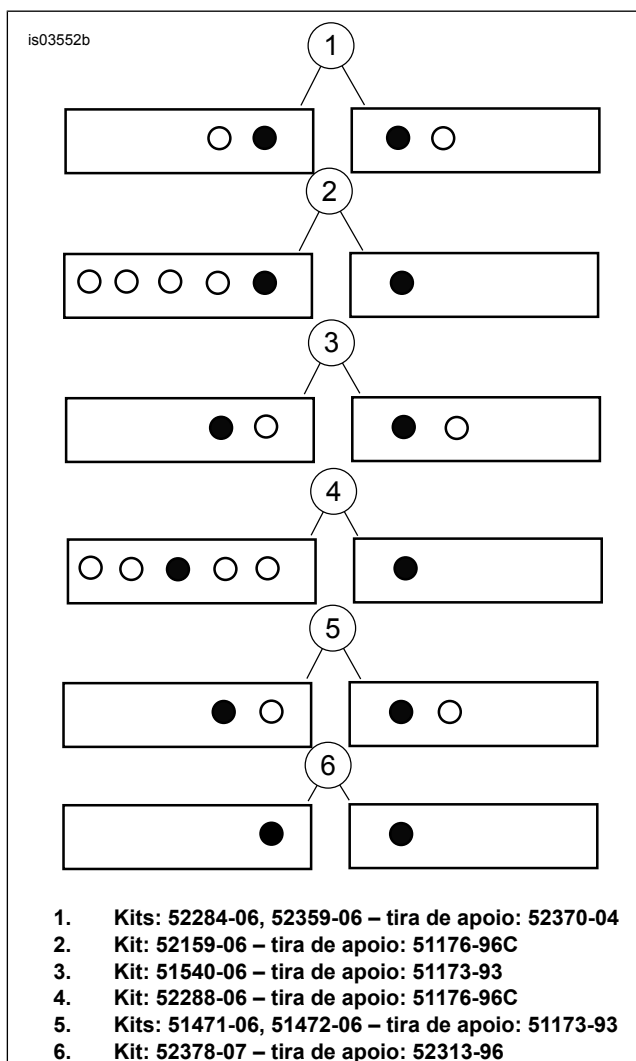
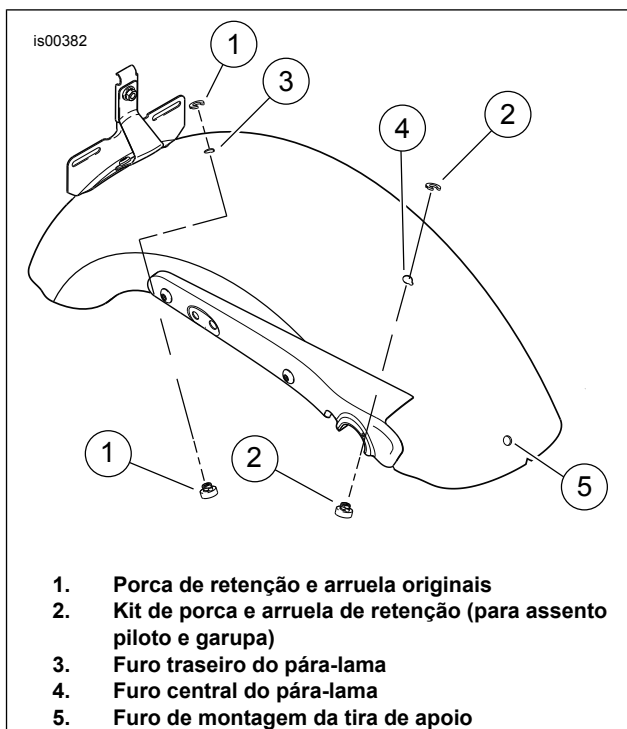
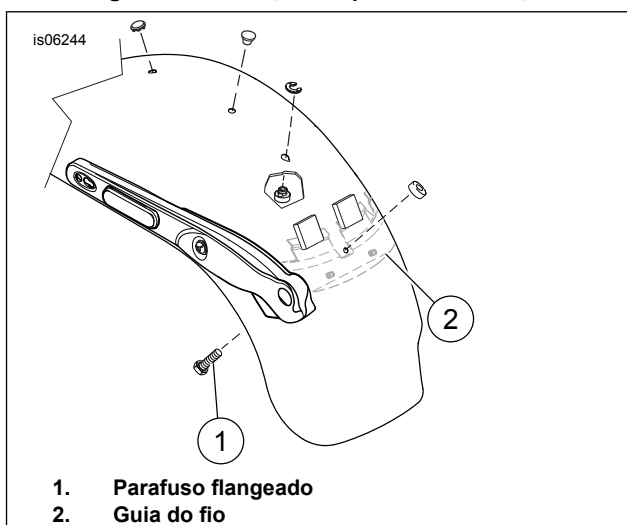

Figura 1. Instalação da tira de apoio
Figura 2. Localização da porca de retenção
Figura 4. Instalação da tira de apoio – Modelos FXDWG
3. Veja Figura 1 para obter informações sobre os furos nos quais instalar a tira de apoio para o assento (use o furo escuro mostrado na ilustração). Instale a nova tira de apoio na motocicleta no mesmo local da tira antiga (reutilize as ferragens existentes). Aperte com torque de 6,78–10,17 N·m (60–90 in-lbs). **Para modelos FXDWG ano 2010 e posteriores:** Veja Figura 4. Certifique-se de que a cabeça do parafuso flangeado (1) não esteja obstruída da guia do fio (2) e esteja instalada contra o pára-lama.
2. Veja Figura 2. Remova a tampa plástica do furo traseiro do pára-lama (3).
5. Com a nervura da porca de retenção assentada na ranhura do furo do pára-lama, deslize a arruela de retenção (2) no lugar a partir da parte traseira. Isto travará a porca de retenção no lugar. Remova a abraçadeira.
7. Instale o parafuso flangeado da parte interna do pára-lama no furo de montagem da tira de apoio no pára-lama (Figura 2, item 5). Fixe o parafuso com uma porca de retenção plástica do assento. **Para modelos FXDWG ano 2010 e posteriores:** Veja Figura 4. Certifique-se de que a cabeça do parafuso flangeado (1) não esteja obstruída da guia do fio (2) e esteja instalada contra o pára-lama.
8. Instale a nova alça do passageiro do kit, de acordo com o gráfico na Figura 1. Instale a arruela e a porca e aperte a porca com torque de 6,78–10,17 N·m (60–90 in-lbs).